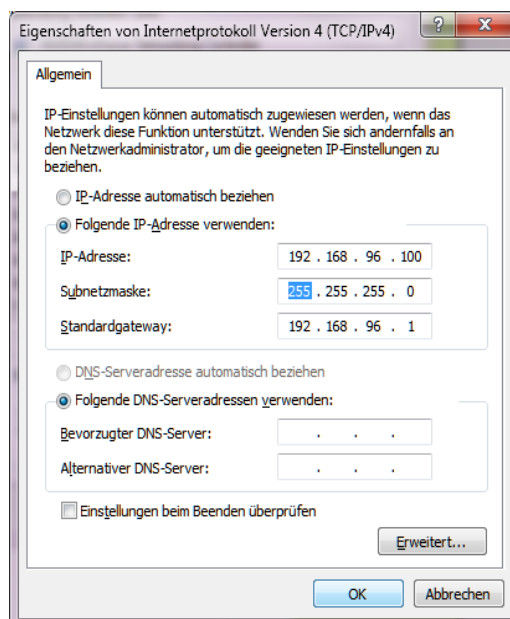

Abbildung 5: Statische IP-Konfiguration des PC's
3. Wählen Sie z.B. folgende folgende IP-Konfiguration (siehe Abbildung 5) für Ihren PC.